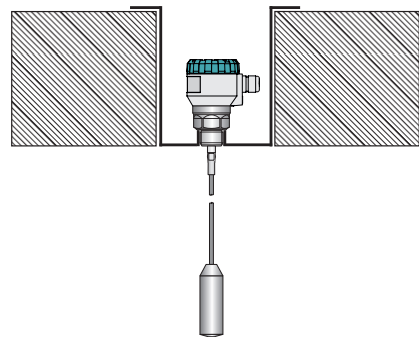

Abb. 9: Installation des Füllstandsmessers im Dach eines Betonsilos im Einlass
- Ist die Betondicke größer als der Durchmesser der Öffnung, ist der Füllstandsmesser in einem Einlass zu installieren, siehe Abb. 9.